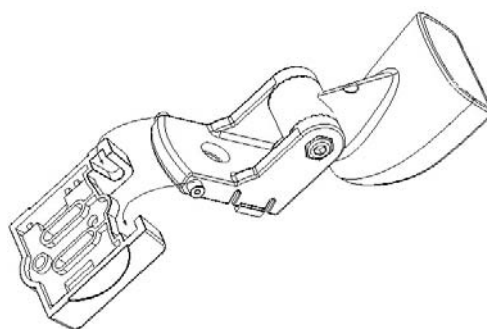

Рис.4
- 3) Совместить турель с державкой (рис.4)